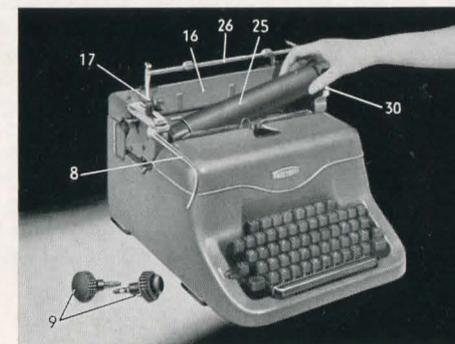

Abb. 15
Zum leichteren Lösen der Knöpfe drückt man den Zeilenschalter (8) nach rechts, dadurch wird die Schreibwalze (25) arretiert. Nach dem Lösen der Knöpfe kann die Walze rechts angehoben und ohne weiteres herausgenommen werden (Abb. 15).